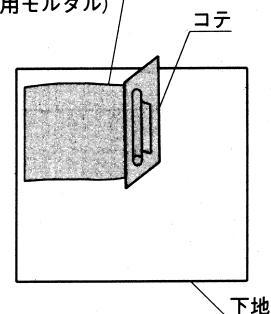

図2
- ③ 下地表面に極端な凹凸がある場合は、不陸調整を行なってください。圧着モルタル：清水を5kg : 1ℓの割合で練り混ぜ、下地表面に2~5mm塗布し、張付け面をこてなどでならしてください。（図2参照）